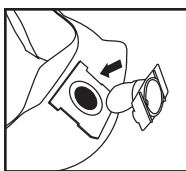

FIGURA 25
34. Coloque el deflector de entrada con la abertura mirando hacia el lado izquierdo o el lado derecho de la bolsa filtrante. Deslice el collar de la bolsa filtrante por encima del deflector de entrada, de manera tal que las muescas del collar de la bolsa coincidan con las lengüetas del deflector de entrada. La bolsa sólo encaja correctamente de una manera. **FIGURA 25.**